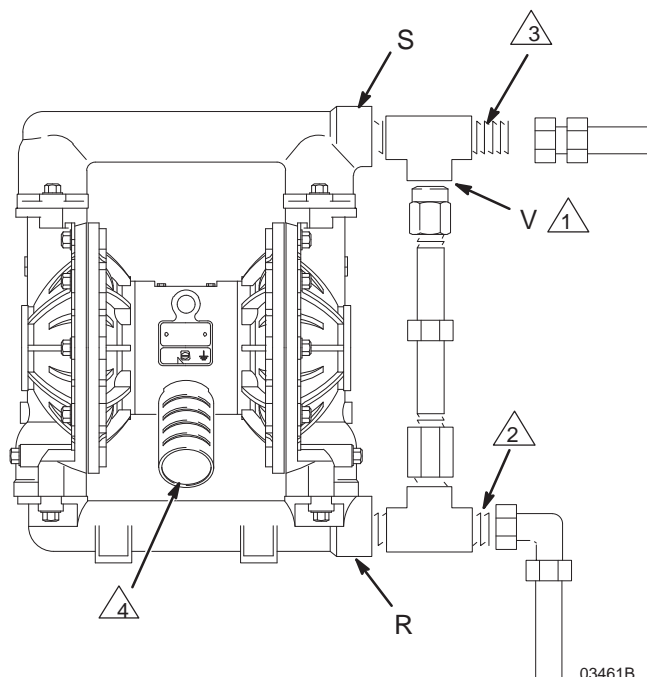

FIG. 4
Några system kan kräva att en tryckavlastningsventil installeras på pumputloppet för att förhindra att övertryck uppstår som kan orsaka att slang eller pumpen brister. Se FIG. 4.
1. Ta bort ljuddämparen (P) från luftutloppet på pumpen.
2. Montera en jordad utloppsslang (T) och montera ljuddämparen (P) i andra änden på slangen. Tryckluftsutloppsslangen måste ha minst 19 mm (3/4 tum) innerdiameter. Om en slang längre än 4,57 m (15 fot) erfordras, använd då en slang med större diameter. Undvik skarpa krökar och kinkar på slangen. Se FIG. 4.
3. Ställ en behållare (U) vid änden av luftutloppet för att fånga upp vätska om membranet skulle brista.